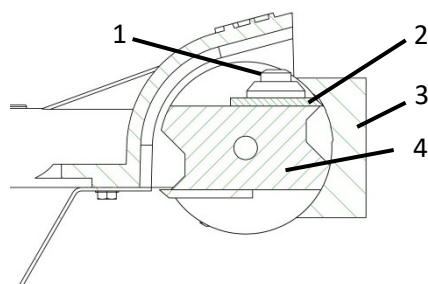

Fig. 11 Regolazione del coltello
- > Allentare la vite del coltello (**1** - Fig.11).
- > Far scorrere il coltello (**2** - Fig.11) fino in fondo.
- > Posizionare il calibro del coltello (**3** - Fig.11) sul rullo (**4** - Fig.11) in modo che poggi sulle due superfici di appoggio del rullo in alto e in basso.